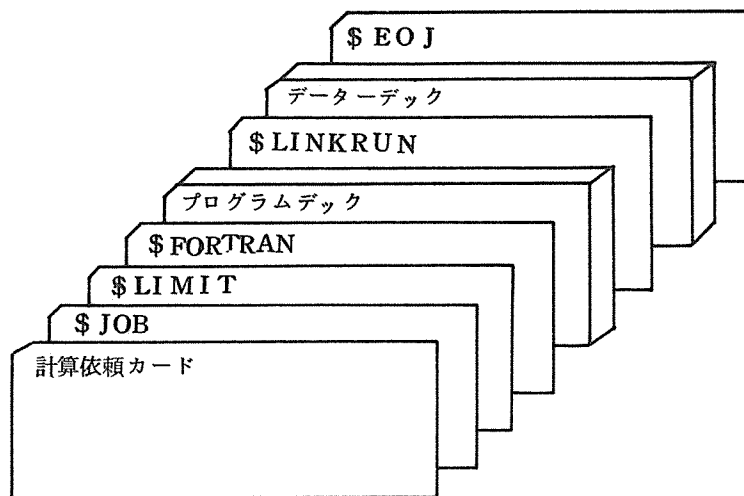

図4-3 標準形カードデッキ構成(連絡所)
② 豊中以外の連絡所から計算依頼される時は、図4-3の要領でカードデッキを用意し、計算依頼カードに必要な事項を記入の上、連絡所受付に提出して下さい。なお、計算依頼カードの受付番号欄左端に必ずJOB区分A, B, Cのいずれかを記入して下さい。
学外から計算依頼される時は、図4-3の要領でカードデッキを用意し、計算依頼カードに必要事項を記入の上センター宛に小包で郵送して下さい。なお、計算依頼カードの受付番号欄左端に必ずJOB区分、A、B、Cのいずれかを記入して下さい。